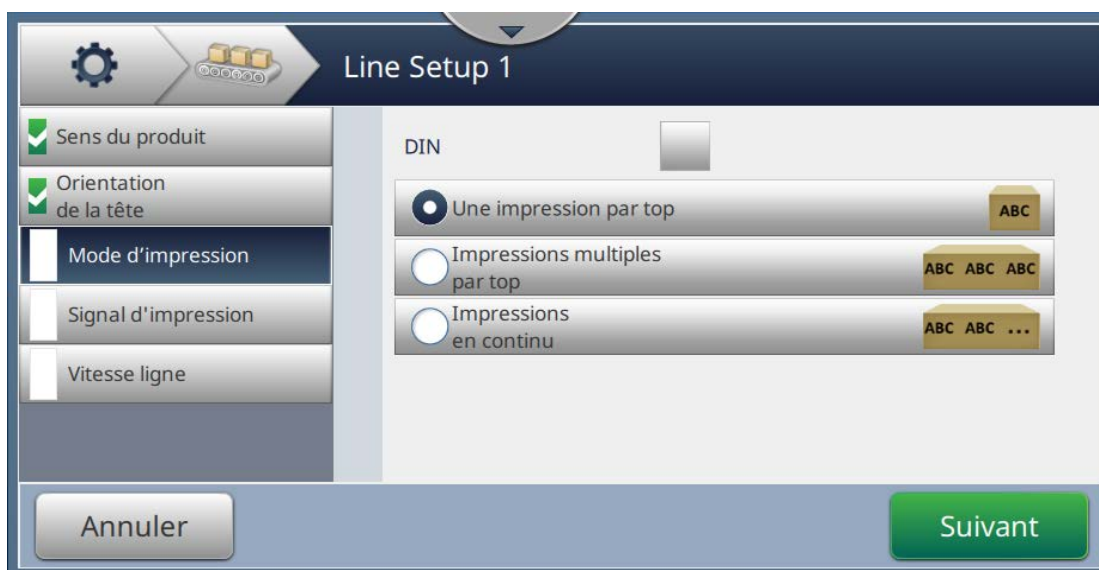

Figure 6-31 : Configuration de ligne - Mode d'impression
1. Appuyez sur l'option *Mode d'impression* dans l'écran Paramètres de configuration de ligne comme illustré dans Figure 6-31.
1. Sélectionnez l'option *Multiple* comme illustré dans la Figure 6-31. Appuyez sur le bouton .
1. Sélectionnez l'option *Fonctionnement continu* comme illustré dans la Figure 6-31, page 6-55.